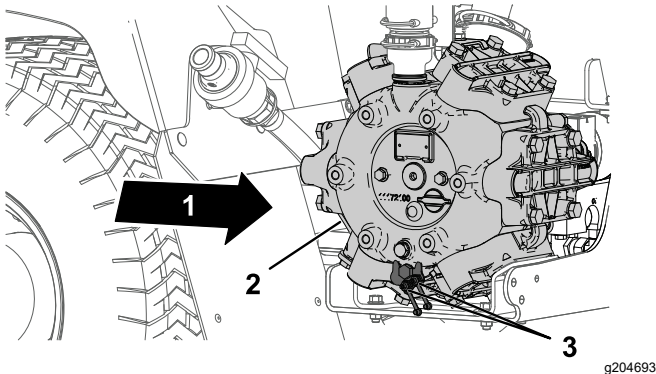

Bild 67
1. Wischen Sie die zwei Schmiernippel mit einem sauberen Lappen ab (Bild 67).
2. Pressen Sie Fett in die Schmiernippel (Bild 67).